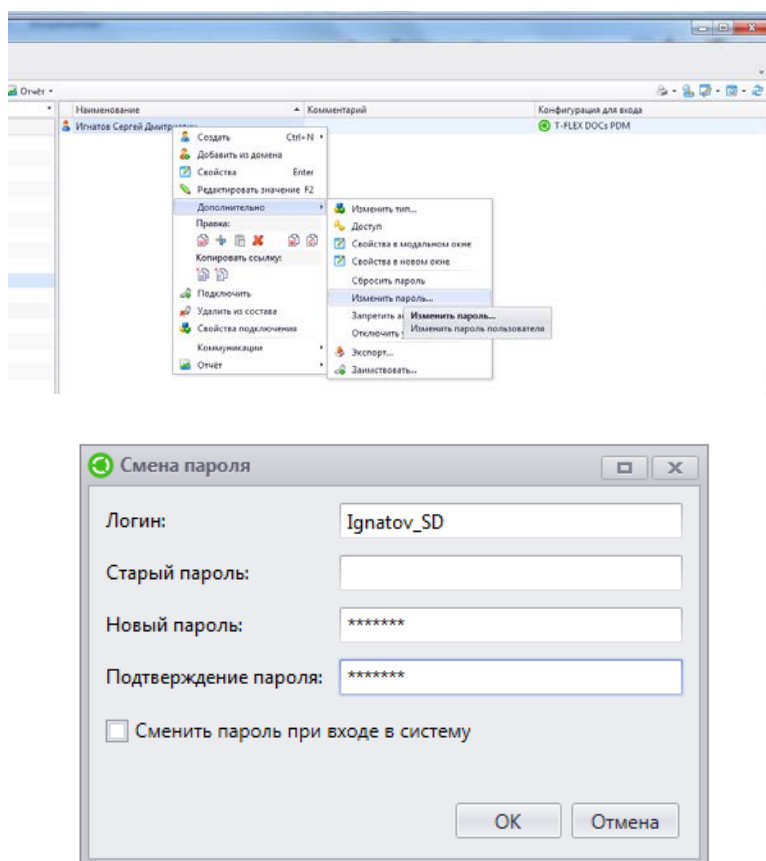

Рис. 2.2. Изменение пароля пользователя
1. Открыть окно справочника **Группы и пользователи**. Выбрать пользователя и воспользоваться командой контекстного меню (щелчок ПКМ): **Дополнительно – Изменить пароль** (рис. 2.2).
В меню системы T-FLEX DOCs не предусмотрено готового решения по формированию отчета, в котором содержались бы не только логины, но и пароли всех сотрудников некоторого структурного подразделения. Также не предусмотрена возможность узнать уже существующий пароль пользователя, но предусмотрена возможность смены или полного сброса пароля администратором (см. рис. 2.2).